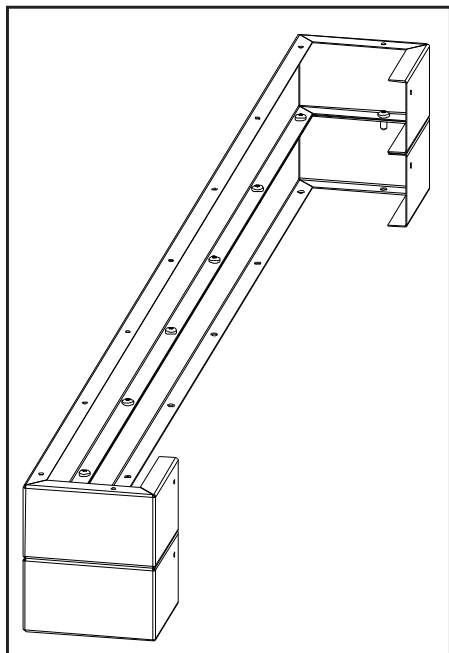

Figure 56 : Combinaison de 2 rehausseurs d'étagères de base.
2. Lorsque vous utilisez plus d'une contremarche, chaque niveau doit être fixé à l'aide de neuf (9) vis #8 T-20 fournies (voir Figure 56).